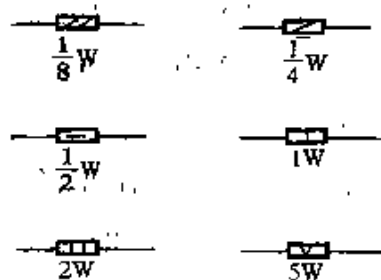

图 2-7
② 额定功率。额定功率是电阻器的另一主要参数,常用电阻器的功率有 $1/8W$ 、 $1/4W$ 、 $1/2W$ 、 $1W$ 、 $2W$ 及 $5W$ 等,其符号如图 2-7 所示。使用中应选用额定功率等于或大于电路要求的电阻器。电路图中不作标注的表示该电阻器工作中消耗功率很小,可不必考虑。例如,大部分业余电子制作中对电阻器功率都没有要求,这时可选用 $1/8W$ 或 $1/4W$ 的电阻器。